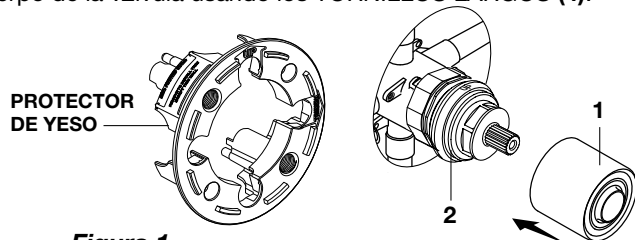

Figura 1.
- Figura 1. Retire el protector de yeso de la válvula. Empuje la TAPA (1) por encima del CARTUCHO DE LA VÁLVULA (2) hasta que esté apoyada contra el dispositivo de retención.